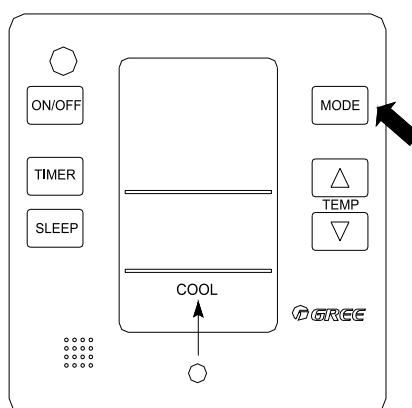

Рисунок 5.3 – Режим охлаждения
### 5.2.2 Режим ОХЛАЖДЕНИЕ (COOL) (см. рисунок 5.3)
- Кнопкой MODE выбрать режим работы ОХЛАЖДЕНИЕ (COOL) на дисплее высветится соответствующая надпись (см.рисунок 5.3).